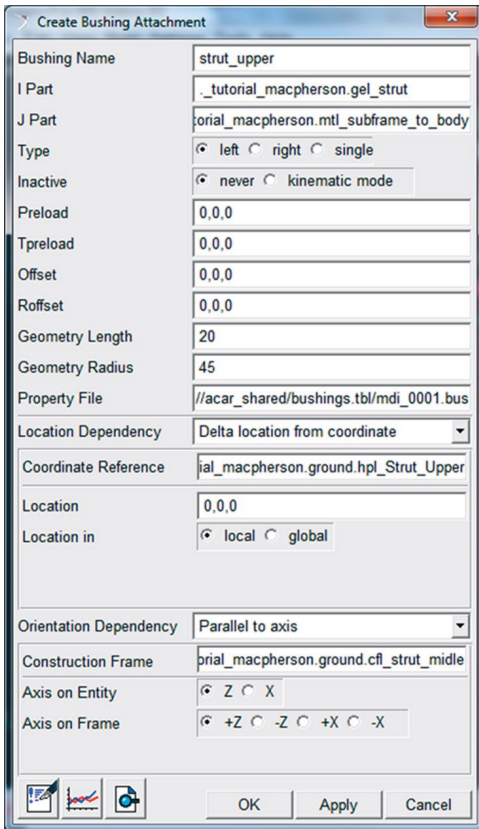

Figura 4.107 – Criação da terceira bucha.
- Preencha os campos da janela *Create Bushing Attachment*, conforme mostrado na Figura 4.107. Note que essa bucha está localizada entre a suspensão e o chassi, uma vez que envolve o *General Part* “gel_strut” e o *Mount* “mtl_subframe_to_body”.